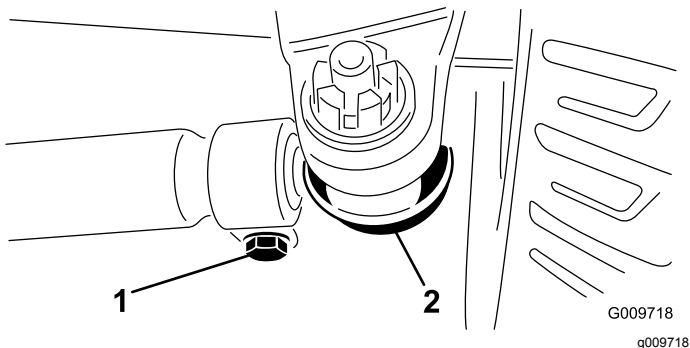

Figura 89
2. Para ajustar, retire la chaveta y la tuerca de cualquiera de las articulaciones esféricas de la biela (**Figura 89**). Retire la rótula de la biela del soporte del cojinete del eje.
3. Afloje las abrazaderas en ambos extremos de las bielas (**Figura 89**).